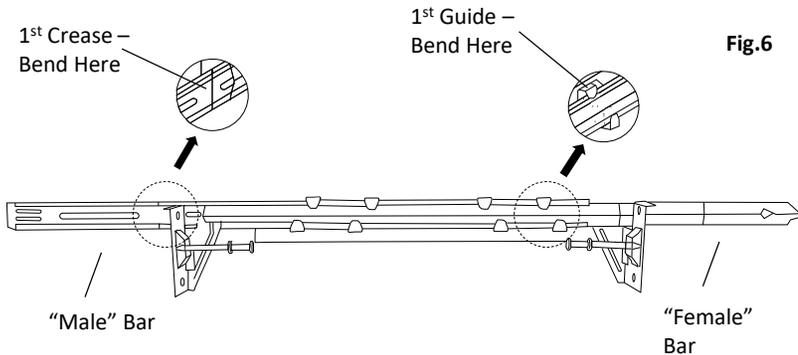

Fig.6
1. Measure out required length to mount the fixture plate in the plaster frame. Take note of the creases on the hanger bars that will need to be broken off to achieve desired length (Fig.6).
1. Mida la longitud necesaria para montar la placa de fijación en el marco de yeso. Tome nota de los pliegues en las barras de suspensión que deberán romperse para lograr la longitud deseada (Fig.6).